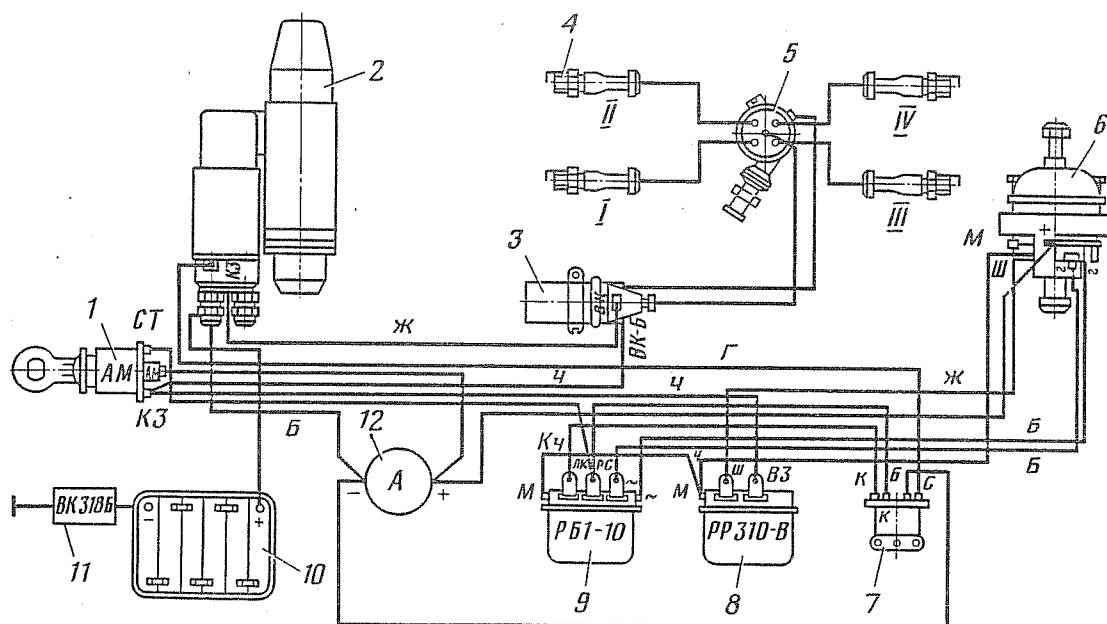

Рис. 91. Электрическая схема системы зажигания:
4.2. Присоединить к выводам реле блокировки наконечники проводов согласно электрической схеме системы зажигания (рис. 91).
3.2. Подсоединить к выводам Ш (рис. 91) регулятора желтый провод пучка проводов от генератора и закрепить винтом с пружинными шайбами (отвертка 150×0,5).